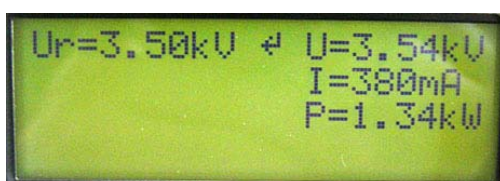
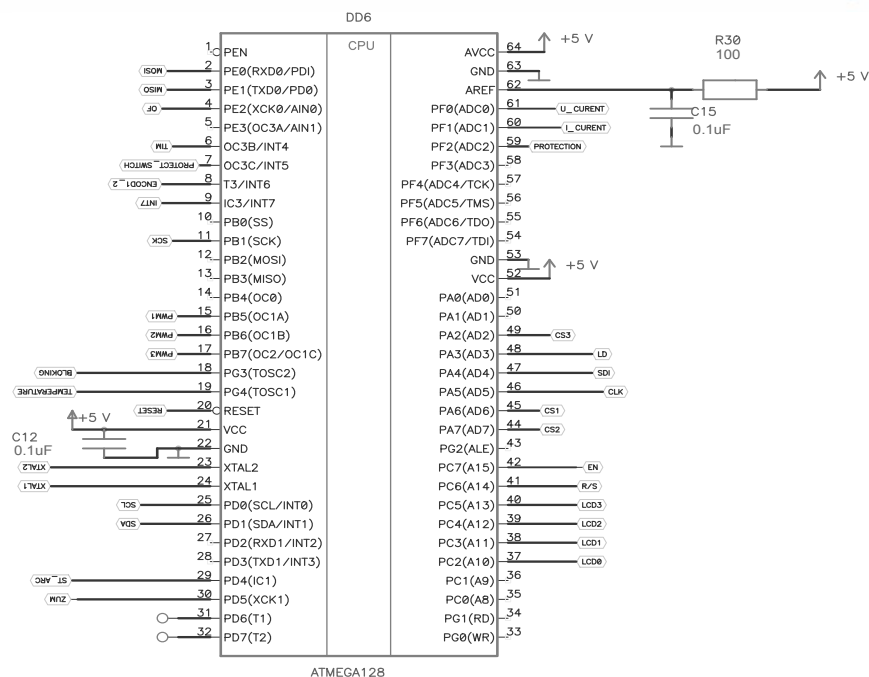

Рис.4. Жидкокристаллический информационный дисплей при работе ИП
Рис. 5 Микроконтроллер АТмега128
- 6 – Жидкокристаллический информационный дисплей (подробнее на рис.4.).
Текущая информация о состоянии источника питания отражается на **жидкокристаллическом информационном дисплее** в двух столбцах по 4 строки (рис.4.). В левом столбце расположена информация об установленных значениях параметров источника питания, в правом столбце – информация о текущих значениях параметров. Пояснения показаний, отображаемых к каждой ячейке на дисплее, приведены на рис.5.